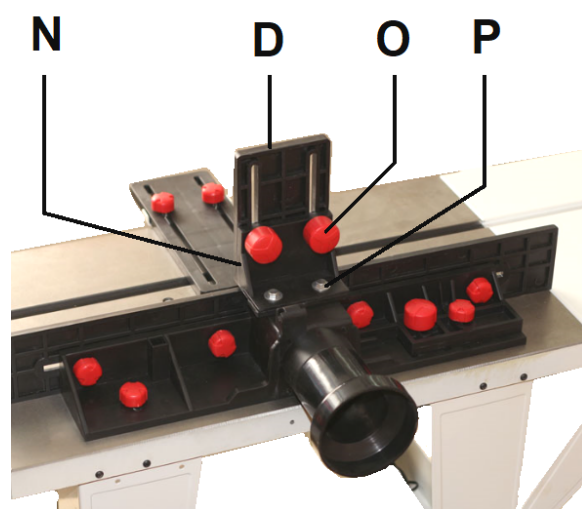

Fig 11-1
Fixez le support de maintien (N, Fig 11-1) avec deux vis et écrous (P).